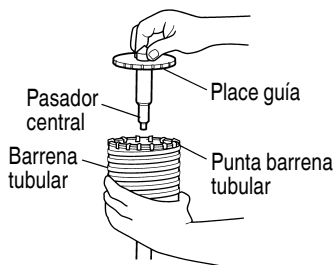

Fig. 14
- (3) Insertar el pasador central en la placa guía hasta que se pare.
- (4) Unir la placa guía con la barrena tubular y girar la placa guía hacia la izquierda o hacia la derecha de forma que no se caiga a pesar de estar indicando hacia abajo. (Fig. 14)